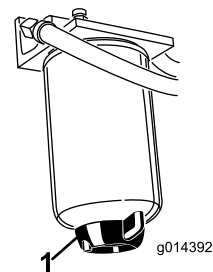

Figura 38
Drene el agua y otros contaminantes del separador de agua (Figura 38) a diario. Cambie el cartucho del filtro después de cada 400 horas de operación.
- Afloje el tapón de vaciado en la parte inferior del cartucho del filtro (Figura 38).